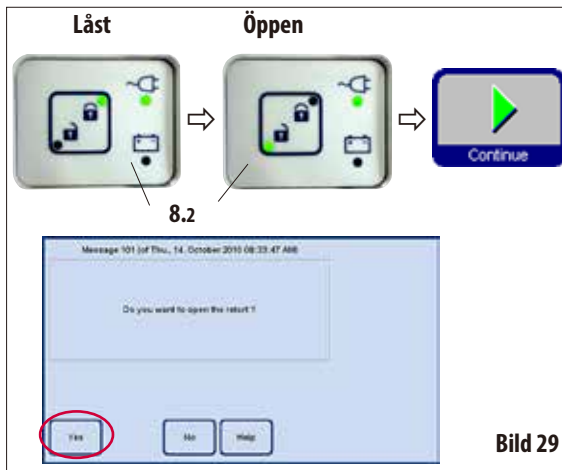

Bild 28
- Om du har öppnat retorten och vill fortsätta bearbetningen för du tillbaka handtaget till låspositionen (bild 28). Tryck sedan på knappen **CONTINUE** ( fortsätt) på skärmen.